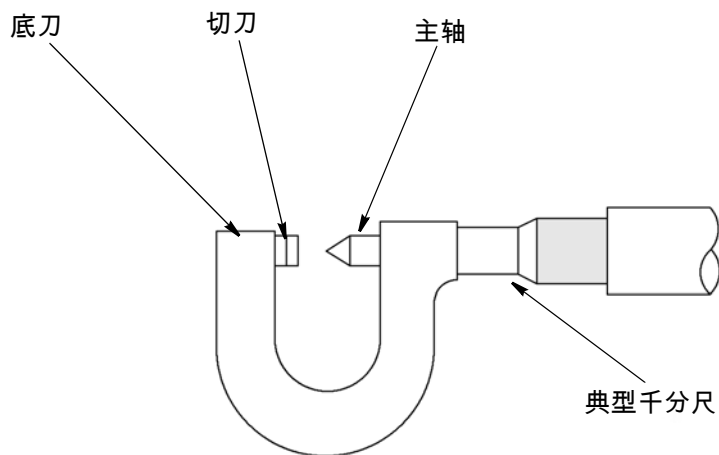
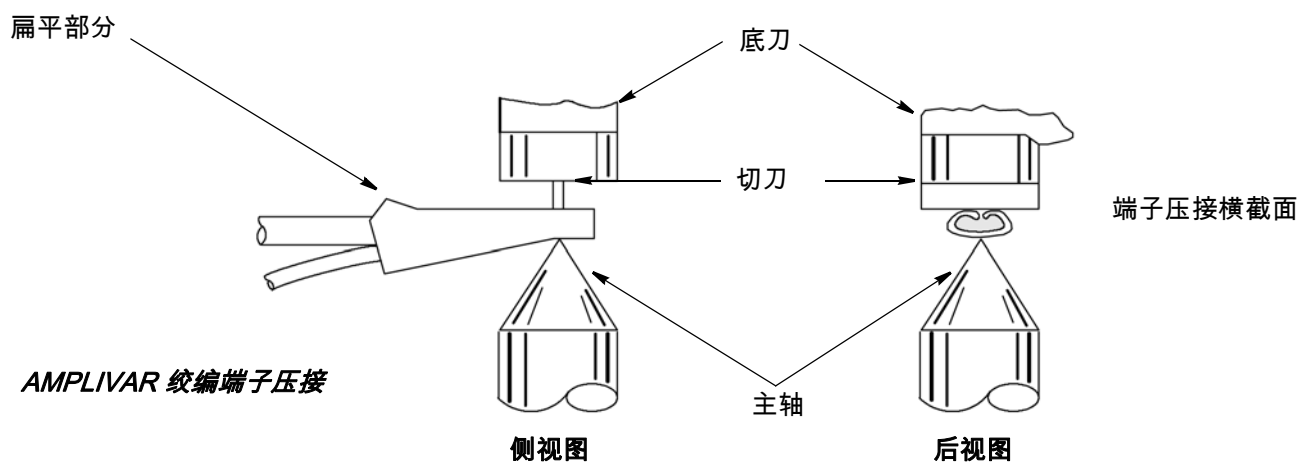

图 18
图 19
2. 使用图 18 所示的压接高度千分尺测量端接的压接高度（如图 19 所示）。压接高度必须在针对所用端子类型和线径规定的测量值  $\pm 0.08 \text{ mm}$  [ $\pm 0.003 \text{ in.}$ ] 以内。您可以从 TE 现场服务代表处获得相应的测量值。